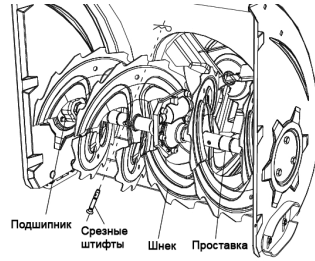

Рисунок 26
• Шнек прикреплен к спиральному валу при помощи двух срезных штифтов и шплинтов. Если шнек столкнется с посторонним предметом или затором льда, конструкция снегоуборочной машины предполагает, что штифты могут быть срезаны. См. Рисунок 26.